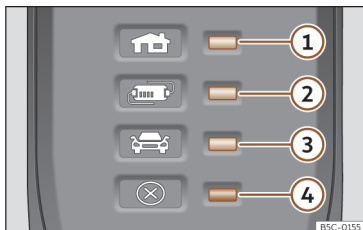

Fig. 62 En el cable de carga para tomas de corriente: Testigos de control en el dispositivo de protección.
>>> **fig. 62:**
El dispositivo electrónico de protección >>> **fig. 62** hace que el conector de carga permanezca sin corriente hasta que se enchufa en la toma de carga del vehículo.
Uno o varios testigos de control >>> **fig. 62** ①, ② o ③ se iluminan en verde.
Indicación >>> fig. 62	Significado
>>> fig. 62
①, ④ parpadean	El conector para la vivienda se ha calentado mucho.
②, ④ parpadean	El dispositivo de protección se ha calentado mucho.
Si el proceso de carga continúa con una corriente inferior, además del indicador de funcionamiento, parpadea el testigo de advertencia >>> fig. 62 ④ en rojo.
- Si vuelve a producirse una desconexión o reducción de la corriente de carga y la causa no parece ser la exposición a una fuente de calor externa, fíjese en qué testigo de control verde parpadea >>> fig. 62. Para la comprobación del cable de carga, acuda a un concesionario especializado CUPRA o cualquier concesionario de la red SEAT. Para la comprobación de la conexión de la infraestructura, acuda a un establecimiento especializado en instalaciones eléctricas.
Si el testigo de advertencia ④ rojo parpadea o se enciende sin que se encienda a su vez de forma permanente un testigo de control >>> fig. 62 ①, ② o ③ el indicador de funcionamiento, hay una avería.